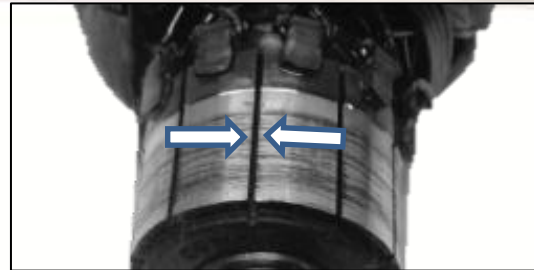

Fig.7.33
- Limpiar las hendiduras **(A)** de las incisiones de la pastilla aislante de mica del estator son obligatorias para mantener el funcionamiento normal del conmutador Fig.7.33.